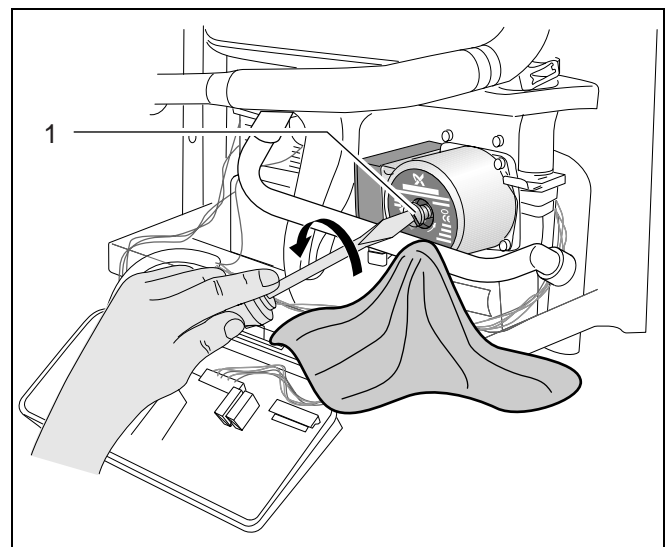

Рис. 24 Ослабление винта вытяжки циркуляционного насоса
- Ослабить винт вытяжки (рис. 24, **поз. 1**) в передней части циркуляционного насоса на 2 оборота.